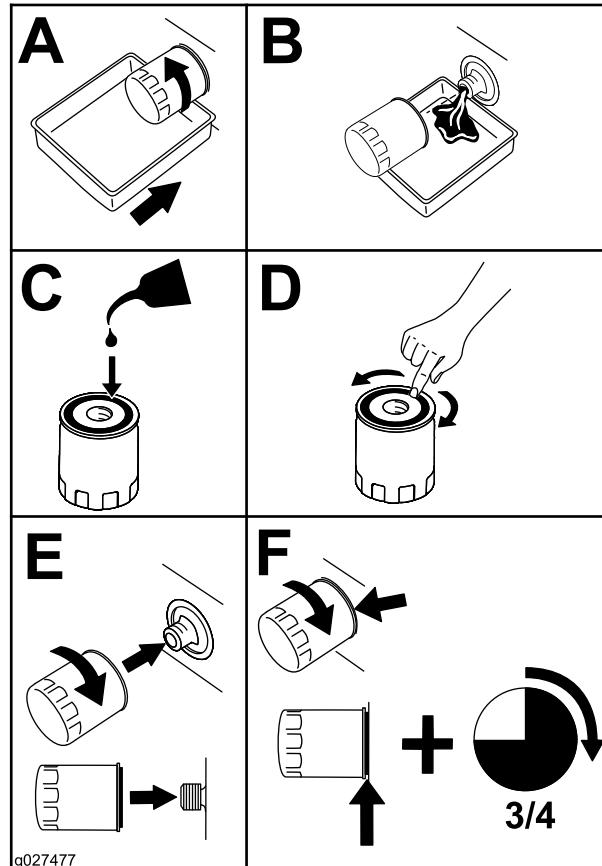

Figura 33
2. Substitua o filtro de óleo do motor (Figura 33).
3. Localize e retire a(s) vela(s) de ignição como se mostra em Figura 33.